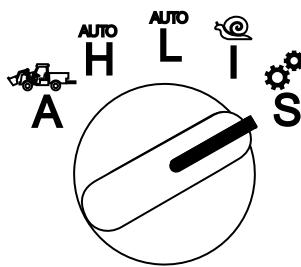

Bild 18
1. Stellen Sie den Betriebsartenwahlschalter in die S-Stellung (Bild 18).